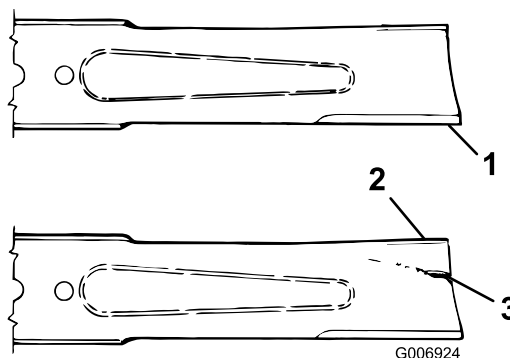

Figura 69
2. Examine cuidadosamente los extremos de corte de la cuchilla, sobre todo en el punto de reunión entre la parte plana y la parte curva de la cuchilla (Figura 69). Puesto que la arena y los materiales abrasivos pueden desgastar el metal que conecta las partes curva y plana de la cuchilla, compruebe la cuchilla antes de utilizar la máquina. Si observa señales de desgaste (Figura 69), cambie la cuchilla; consulte Cómo retirar la cuchilla.
Si se permite que la cuchilla se desgaste, se formará una hendidura entre la vela y la parte plana de la cuchilla (Figura 69). Con el tiempo, una parte de la cuchilla puede desprenderse y ser arrojada desde debajo de la carcasa, posiblemente causando lesiones graves a usted o a otra persona.